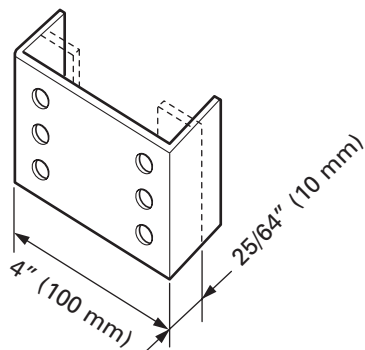

Fig. 9
- Ensuite, plier à nouveau les deux extrémités comme indiqué par la Fig. 9. Le papier de verre est alors prêt à être mis en place sur la ponceuse.